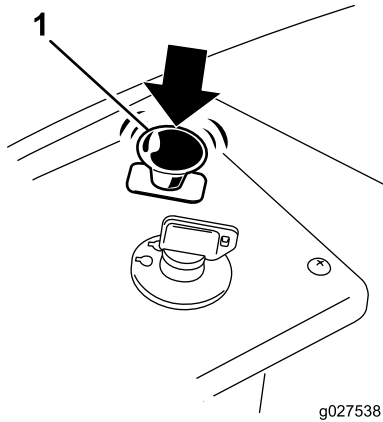

Bild 12
1. Stellen Sie den Zapfwellenantriebsschalter in die Aus-Stellung, um die Messer auszukuppeln (Bild 12).